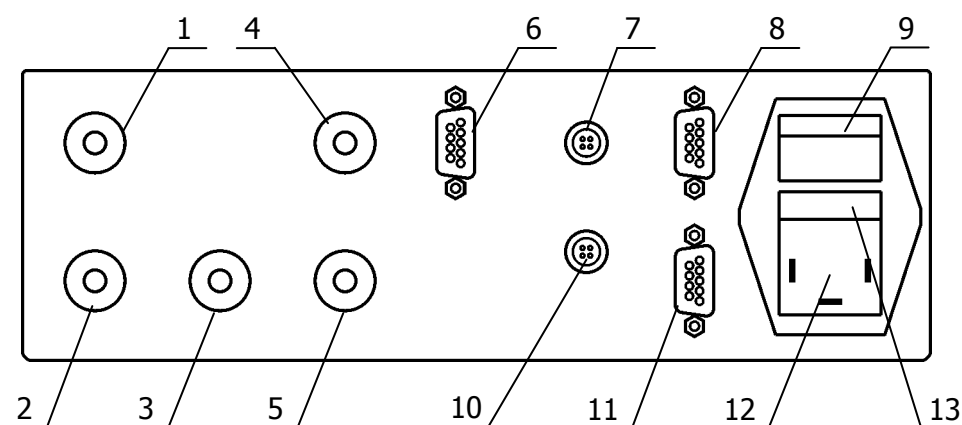

Рисунок 6 — Задняя панель измерительного блока
2.2.11 Подключить сетевой кабель к разьему 12 (см. рисунок 6) измерительного блока. Второй конец кабеля включить в сеть.
Включение/выключение измерительного блока выполняется переводом сетевого выключателя 9 (см. рисунок 6) в положение включено/выключено соответственно.